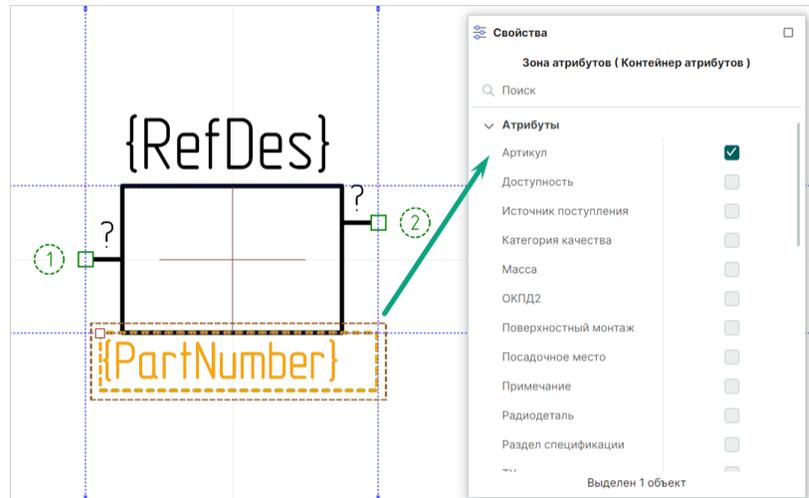

Рис. 188 Определение отображения дополнительных атрибутов в зоне атрибутов УГО
4. В зоне атрибутов отображается текстовое поле с системным именем контейнера атрибута, например, при выделении чек-бокса «Свойства» → «Атрибуты» → «Артикул» в зоне атрибутов отображается контейнер атрибута «Артикул» с системным именем «{PartNumber}», см. Рис. 188.